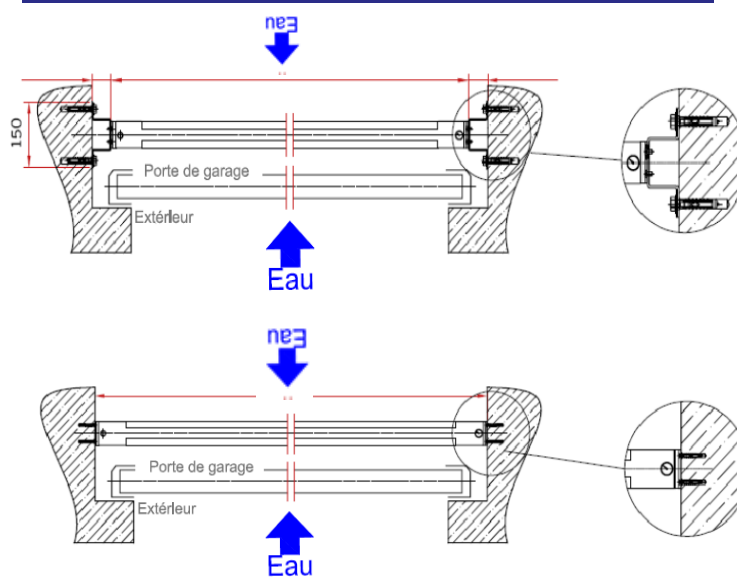

Figure 3
- Installation amont/aval sur montant (fig 3 partie Type de pose)